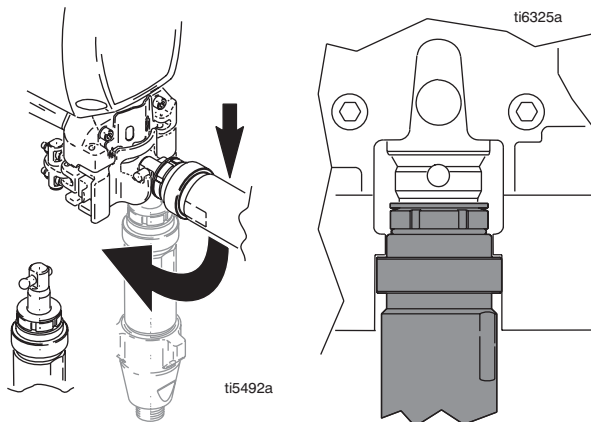

FIG. 24
1. FIG. 24. Juster stempelstangen ved å bruke pinneholderen til å trekke den ut. Bank stempelstangen mot en hard flate for å trykke den inn.